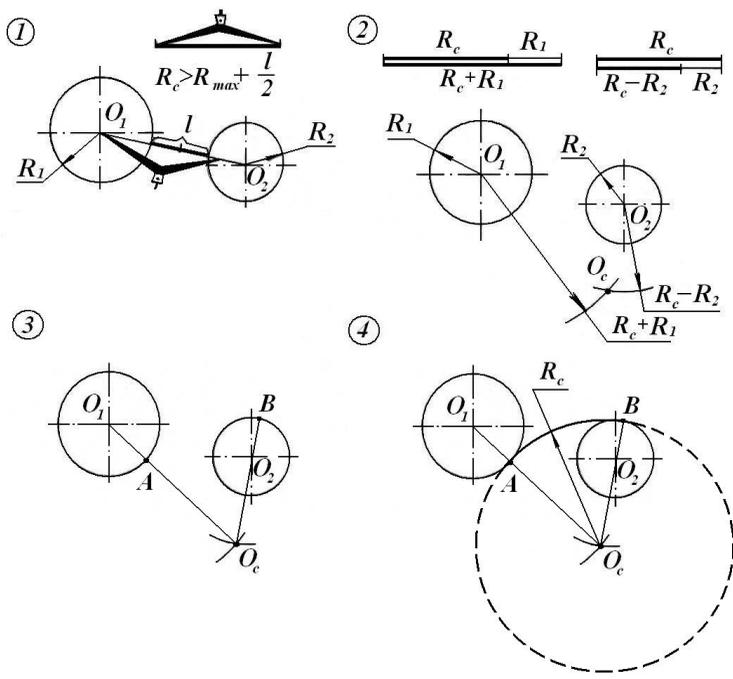

Рис. 53.
1) Даны две окружности радиусами R_1 и R_2 (рис. 53).